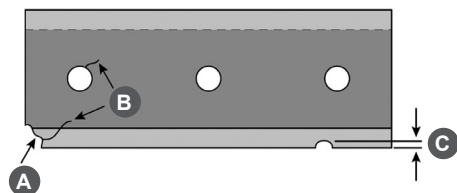

Рис. 30 Проверка состояния ножа
6. Осмотрите ножи. Если у ножа имеются: сколы углов (А), трещины (В) и вмятины (С) глубиной более 1,5 мм – нож необходимо заменить (Рис. 30).